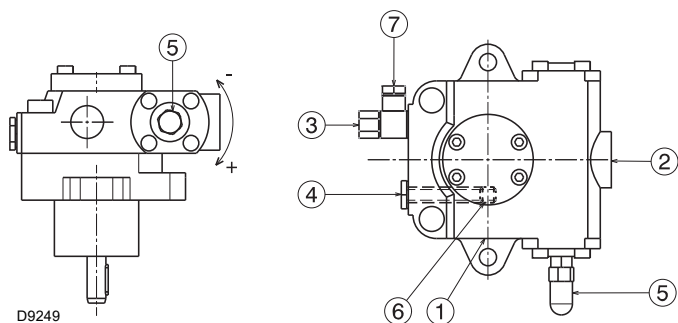

Fig. 23
Están instaladas en el quemador con el by-pass cerrado por el tornillo 6)(Fig. 23 en pág. 26).
- Para que la bomba (Fig. 23) pueda autocebarse, es indispensable aflojar el tornillo 4) de la bomba para purgar el aire que pueda haber en el tubo de aspiración.
Leyenda (Fig. 23)
La operación indicada anteriormente es posible porque la bomba sale de la fábrica llena de combustible. Si la bomba se ha vaciado, llenarla de combustible por el tapón del vacuómetro 4)(Fig. 23 en pág. 26) antes de arrancarla, de otro modo quedará agarrotada.